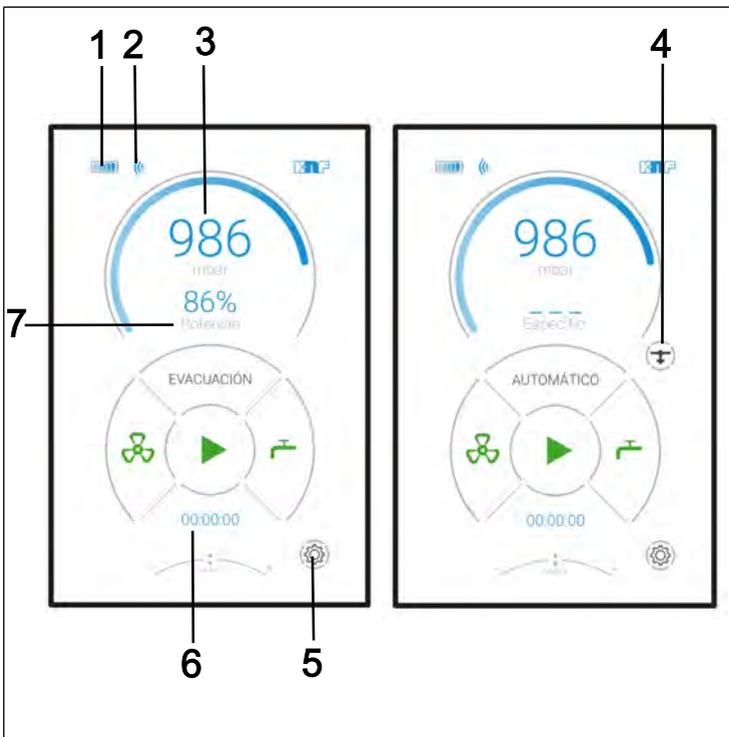

Fig.14: Indicadores de la pantalla táctil
→ Indicadores de las variables de proceso más importantes (Fig. 14);
Para seleccionar el idioma del menú, ir a los ajustes (Fig. 14/5).
- Para finalizar el "Control de presión temporal" es necesario finalizar el proceso pulsando sobre el símbolo (Fig. 14/4).
Si se detecta un punto de ebullición en el modo de funcionamiento *Automático*, el proceso permanece en el punto de ebullición detectado (presión real) y cambia a un modo de control de presión temporal. Si la reducción de presión (Fig. 14/4) está inactiva, el control se mantiene permanentemente en el punto de ebullición detectado. Si la reducción de presión (Fig. 14/4) está activa, después de aprox. 30 segundos se intenta alcanzar el siguiente punto de ebullición. Este proceso siempre se repite cuando la reducción de presión está activa (ver Fig. 20).
Si se vuelve a activar la reducción de presión automática (Fig. 14/4), la flecha vuelve a aparecer en la pantalla después de aprox. 25 segundos.